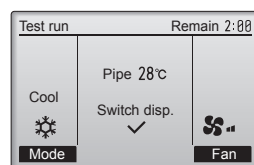

Fig. 7-3
- Premere il pulsante [F1] per cambiare il modo operativo. (Fig. 7-3)